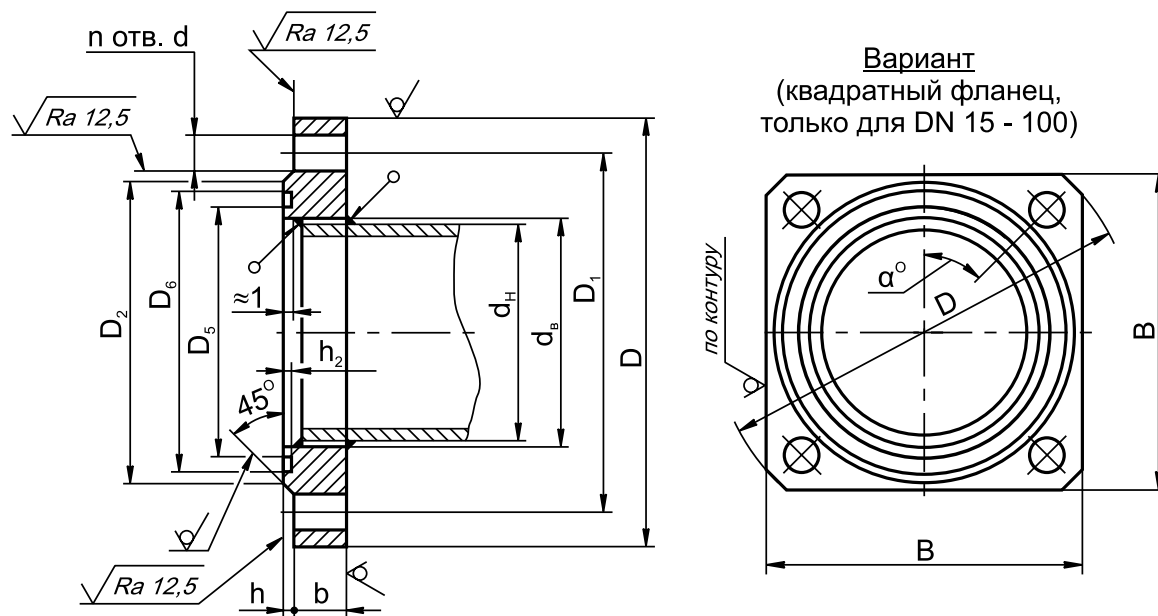

Рис. 1-3. Фланцы по ГОСТ 33259-2015, PN 6
6. Для уплотнения резьбы в месте соединения корпуса клапана с трубопроводом рекомендуется применять ленту фторопластовую ФУМ или аналогичный уплотняющий материал. Монтаж фланцевых соединений выполнить с применением прокладок из резины МБС средней твердости (Рис. 1-1 и 1-2). Ответные фланцы - стальные приварные по ГОСТ 33259-2015 (Рис. 1-3 и 1-4, таблицы 1 и 2).